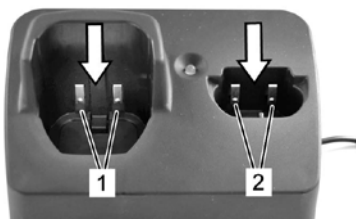

図 22
うまく毛刈りができるように、またバリカンとバリカンヘッドの耐久性を高める為に上下の刃の間に薄いオイルコートを施す必要があります(図22)。
- ▶ 毛刈り中に刃へ十分な潤滑を(15分間隔で)行い、洗い流さないでください(図22)。